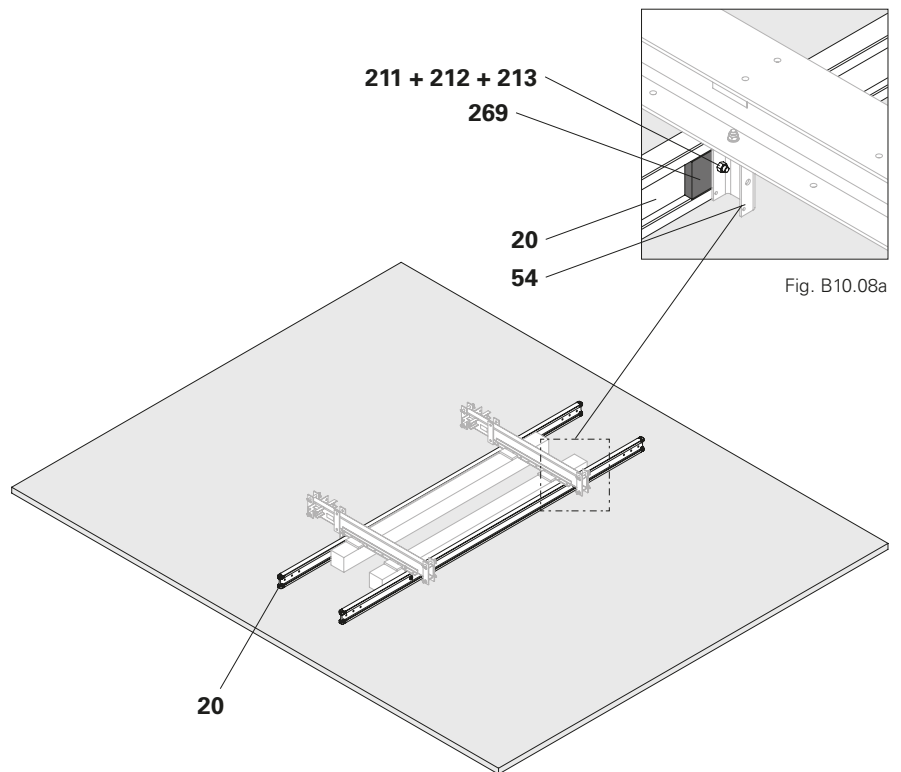

Fig. B10.08
4. Screw the Girder VT 20 (**20**) onto the Ladder Cage Connection VT 20 ACS (**54**) using Bolt ISO 4014 M16 x 90-8.8 (**211**), Washer ISO 7094 100 HV A 16 (**212**) and Nut ISO 4032 M16-8 (**213**). (Fig. B10.08 + B10.08a)